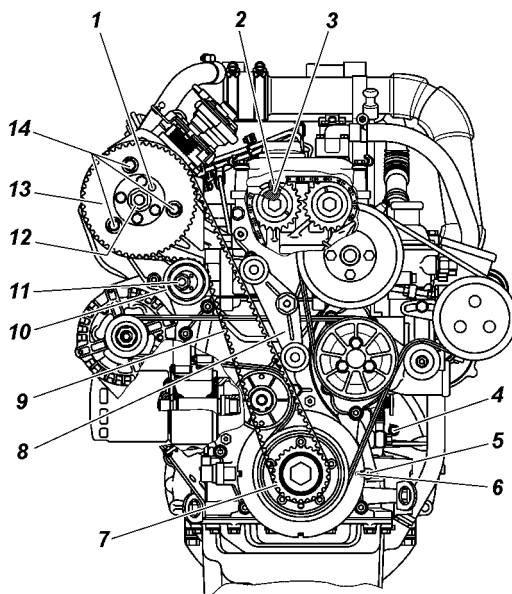

Рис. 9.36. Расположение меток и отверстий под штифты для замены ремня привода ГНВД:
1. Снять кожухи ремня привода ГНВД и вынуть заглушку отверстия 4 (рис. 9.36) блока цилиндров.